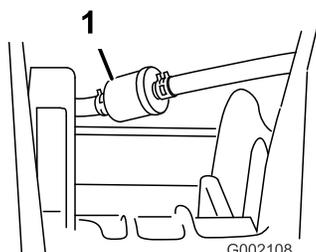

Рисунок 39
5. Снимите зажимы, крепящие топливный фильтр к топливным линиям (Рисунок 39).